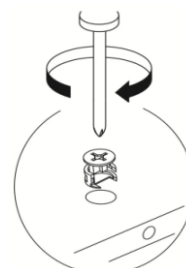
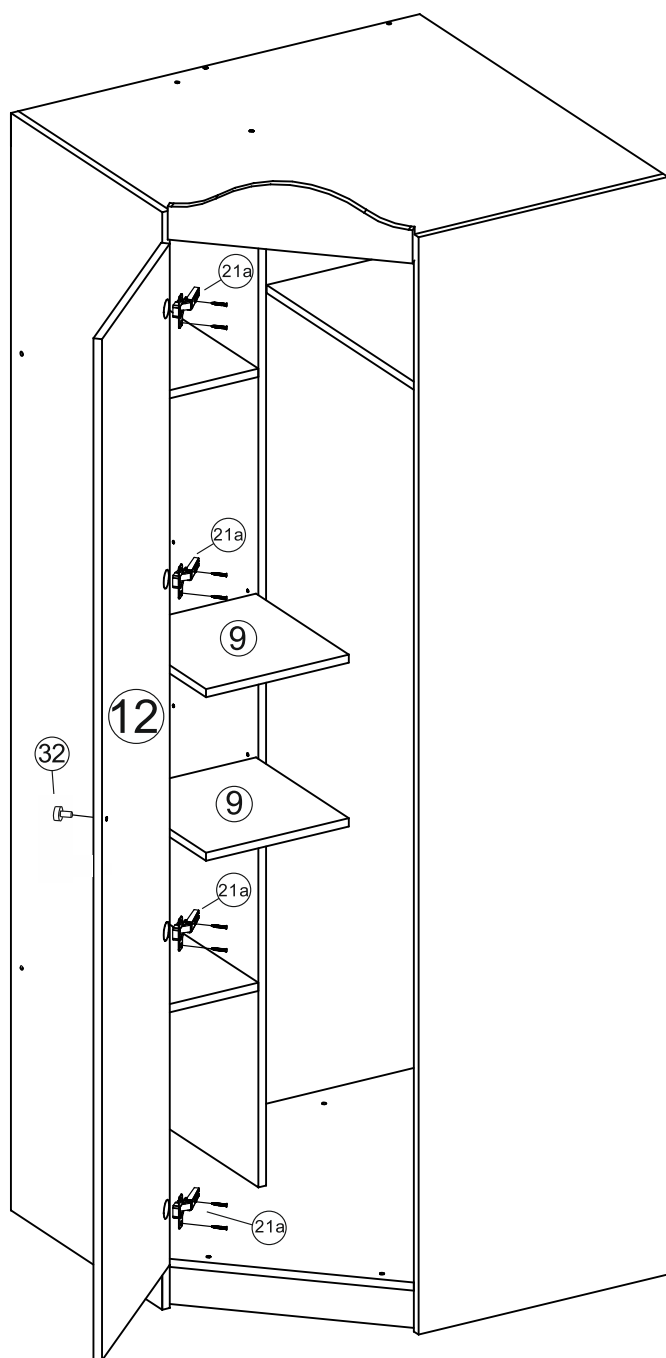

Рис.8 Окончательная сборка
Рис.9 - Монтаж Карниза на крышу
12. В отверстия на Фасаде(12) установите чашки петель(21), выровняйте петлю и зафиксируйте при помощи саморезов 3,5x16мм(27) (см. рис.8 и 11). Навесьте фасад на корпус и отрегулируйте его положение по схеме в табл. «Регулировка петель».
13. Закрепите ручку (32) на Фасаде(12) при помощи винтов для ручки.
14. Установите Карниз(13) на Крышу(5)(рис.9). Для этого по разметке (верхние накладки) закрепите на Карнизе(13) уголки(35) при помощи саморезов 3,5x16мм(27). Выровняйте карниз относительно Фасада(12) и закрепите на Крыше(5) при помощи саморезов 3,5x16мм(27).
15. В отверстия на Боковине(1) и перегородке(4) вставьте полкодержатели(28) и уложите Полки(9).
16. На Боковине(2) и Задней стенке(3) разметьте места для крепления штангодержателей(26) и зафиксируйте их при помощи саморезов 3,5x16мм(27). Уложите штангу(33).
19. В обязательном порядке закрепите изделие к стене через угловые навесы (36), с помощью дюбель-гвоздей (дюбель-гвозди в комплект не входят).